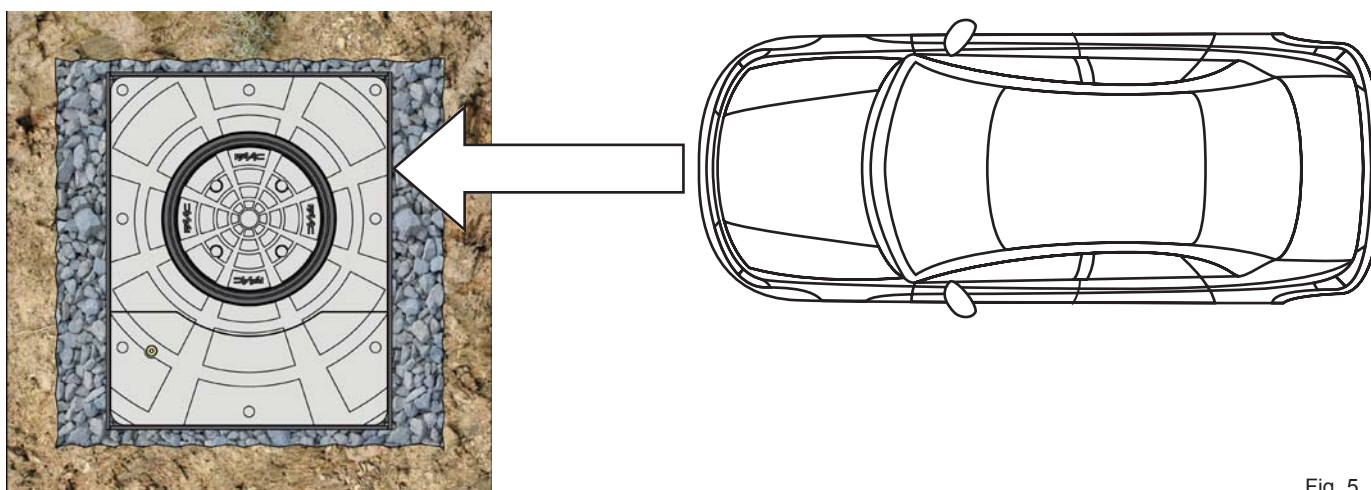

Fig. 5
**!** Respecter obligatoirement le sens de transit indiqué dans la figure 5.